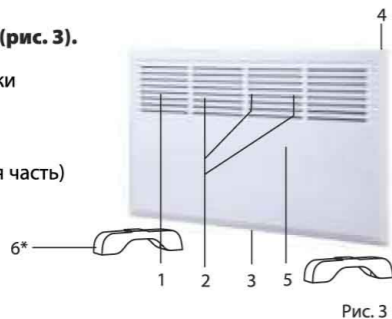

Рис. 3
**4. Описание конвектора (рис. 3).**